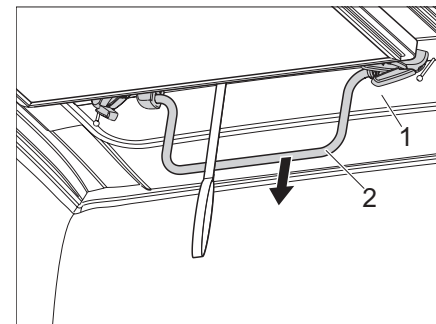

Fig. 42 Tirar el techo elevable hacia abajo
- ▶ Tirar del techo elevable (Fig. 42,1) **lenta-mente** hacia abajo en el soporte (Fig. 42,2), mirando hacia atrás, y observar si los fuelles de tela caen limpiamente hacia adentro.